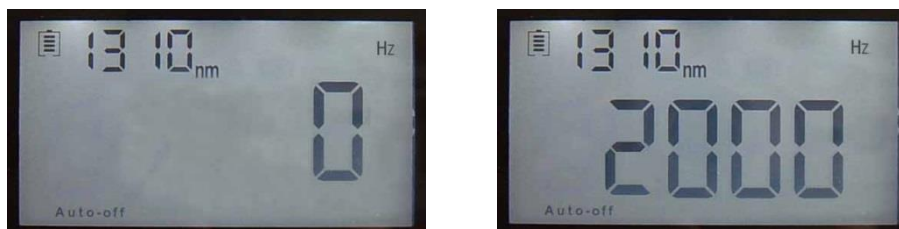

Рисунок 5-10
(3) кнопка **$\frac{CW}{\mu m}$** : После включения лазера в модуле источника света нажмите кнопку для перехода к 0HZ, 270HZ, 1000HZ, 2000HZ по очереди. (рисунок 5-10)